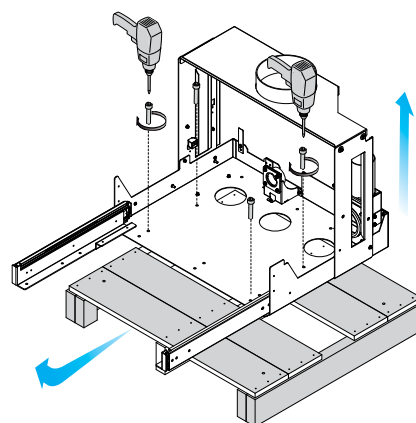

fig. 6.1.7
- 7) Rimuovere dalla base le viti che fissano il pallet e rimuoverlo (fig. 6.1.7).